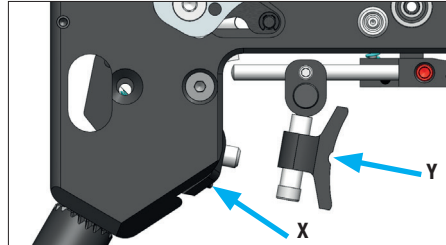

Abb. 9
3. Um den M-Abzug auszurichten drücken Sie leicht in Richtung X (Abb. 9) und lösen über das Züngel einmal aus (Y). Der Abzug rutscht nach oben und ermöglicht nun das Einschrauben der zweiten Halteschraube.